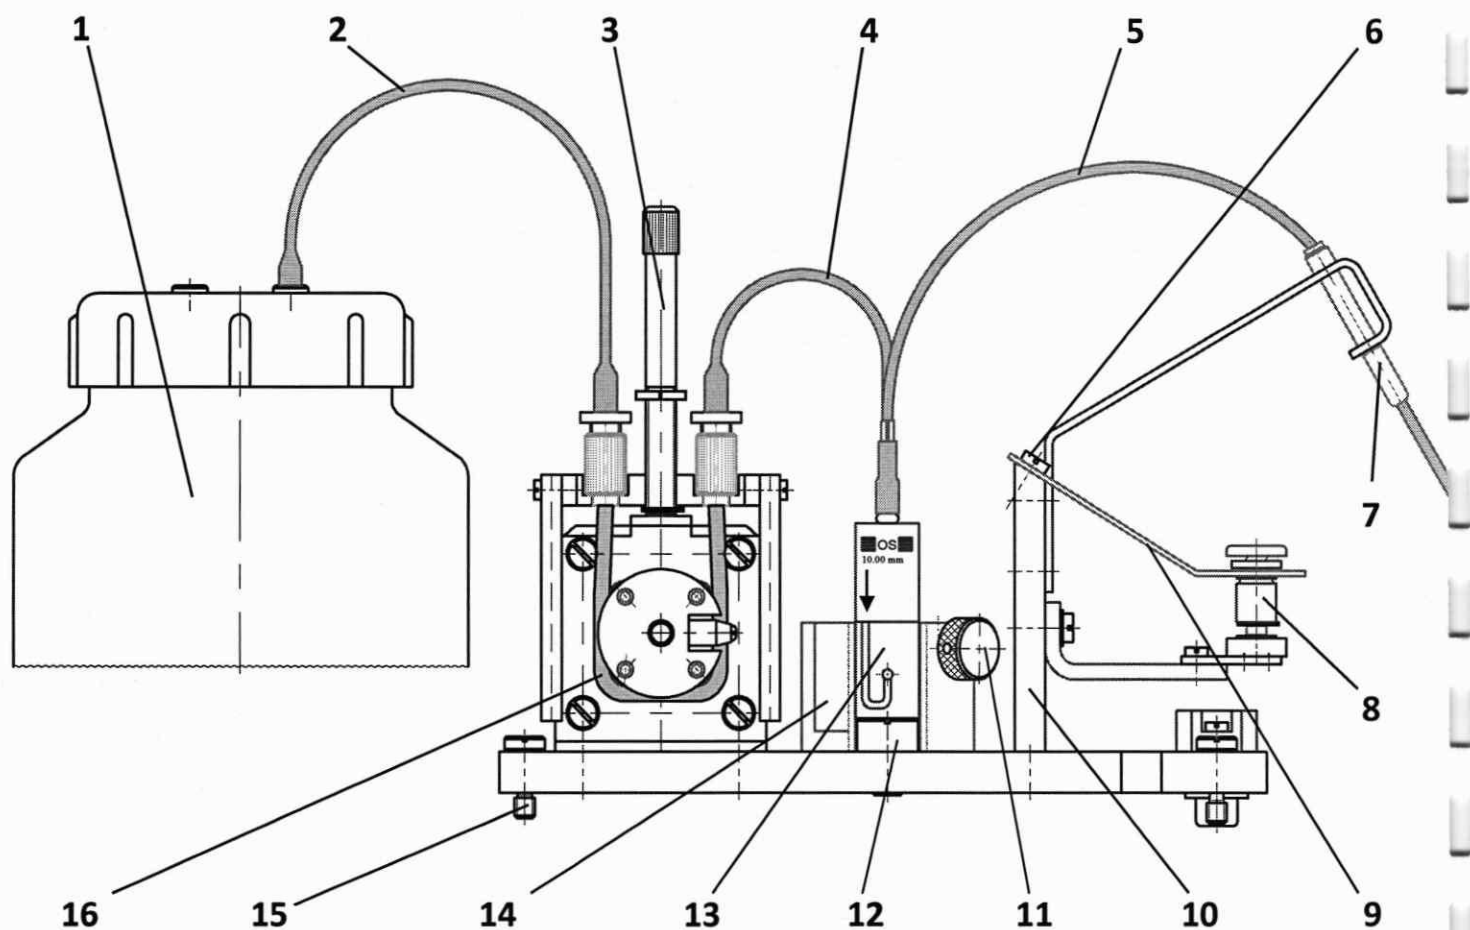
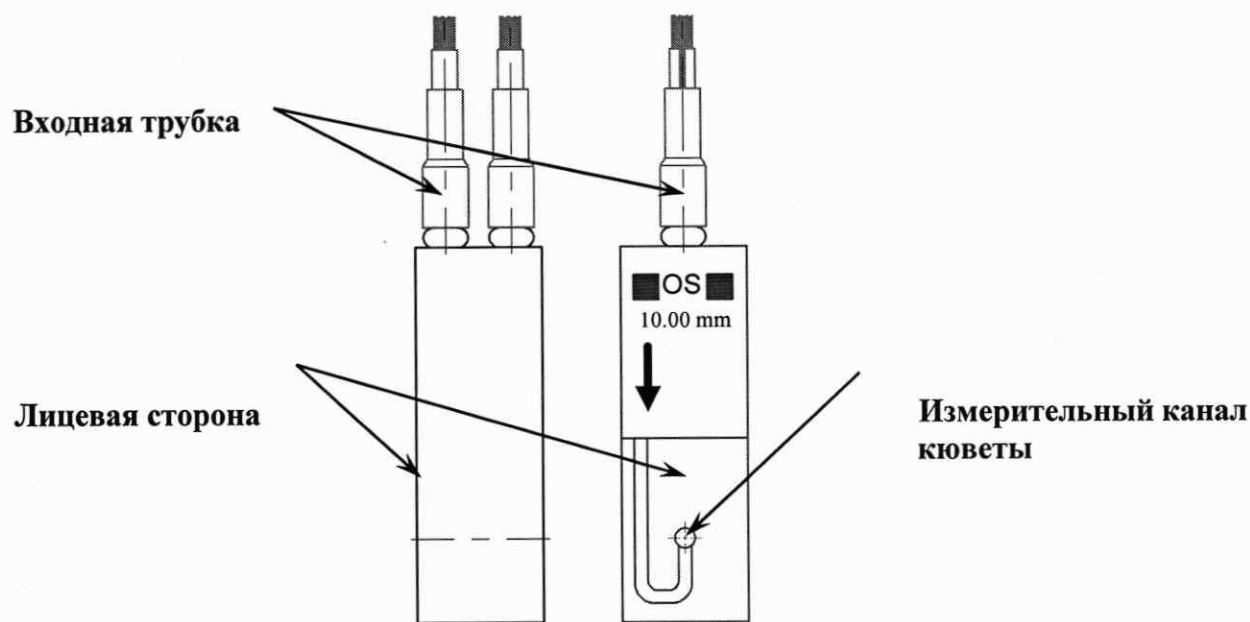

Рис. 11 Внешний вид держателя проточной кюветы с насосом перистальтическим
Рис. 13 Внешний вид проточной кюветы
9.6.1.3 Завернуть невыпадающие винты 15 (Рис. 11, 12).
9.6.1.4 Установить проточную кювету 13 в корпус 14 (Рис. 11), располагая измерительный канал кюветы навстречу световому потоку. Внешний вид проточной кюветы показан на Рис. 13.
9.6.2.1 Перед началом работы убедиться, что гидравлическая магистраль установлена на насосе в соответствии с **Рис.11** и находится в рабочем (натянута) положении.
- погрузить в емкость с промывочной жидкостью входную трубку 5 (**Рис. 11**) проточной кюветы так, чтобы она касалась дна емкости;
1) отсоединить выходную трубку 2 насоса от емкости 1 (см. Рис. 11);
Ежемесячно проводить визуальный осмотр силиконовых трубок насоса (Рис. 11) с целью выявления механических или других повреждений, нарушающих герметичность гидравлической магистрали. При необходимости заменить трубку из комплекта запасных частей и расходных материалов. Работы по замене должны производиться только специалистами сервисной службы.